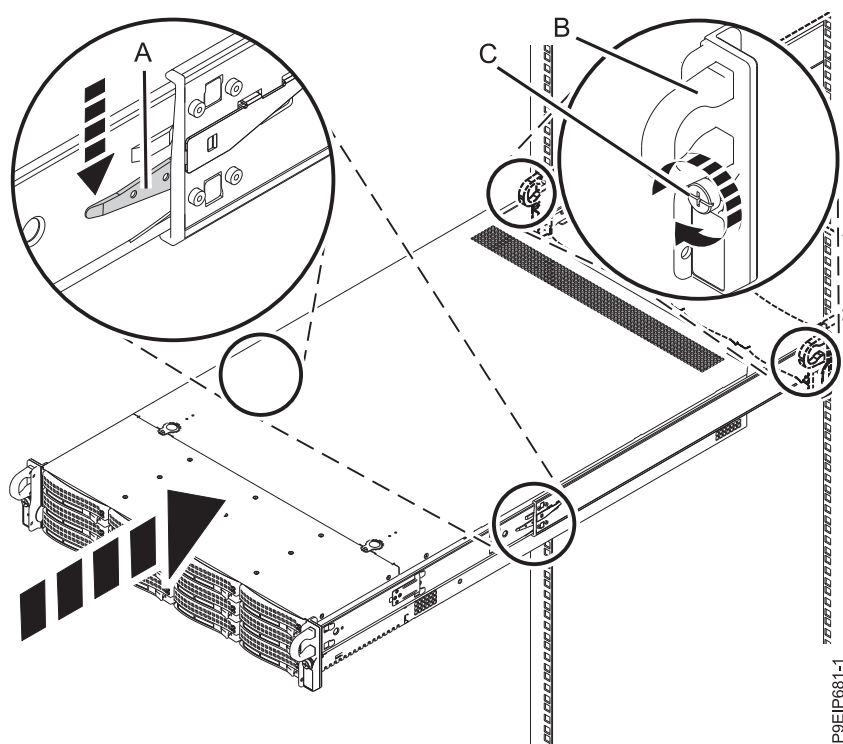

Figura 70. Colocando o sistema na posição de operação
1. Libere as travas de segurança do trilho (A), conforme mostrado na Figura 70 na página 113 e, em seguida, empurre o sistema totalmente para dentro do rack. Assegure-se de que os cabos e o suporte para organização de cabos se movam livremente e não se prendam em nada.